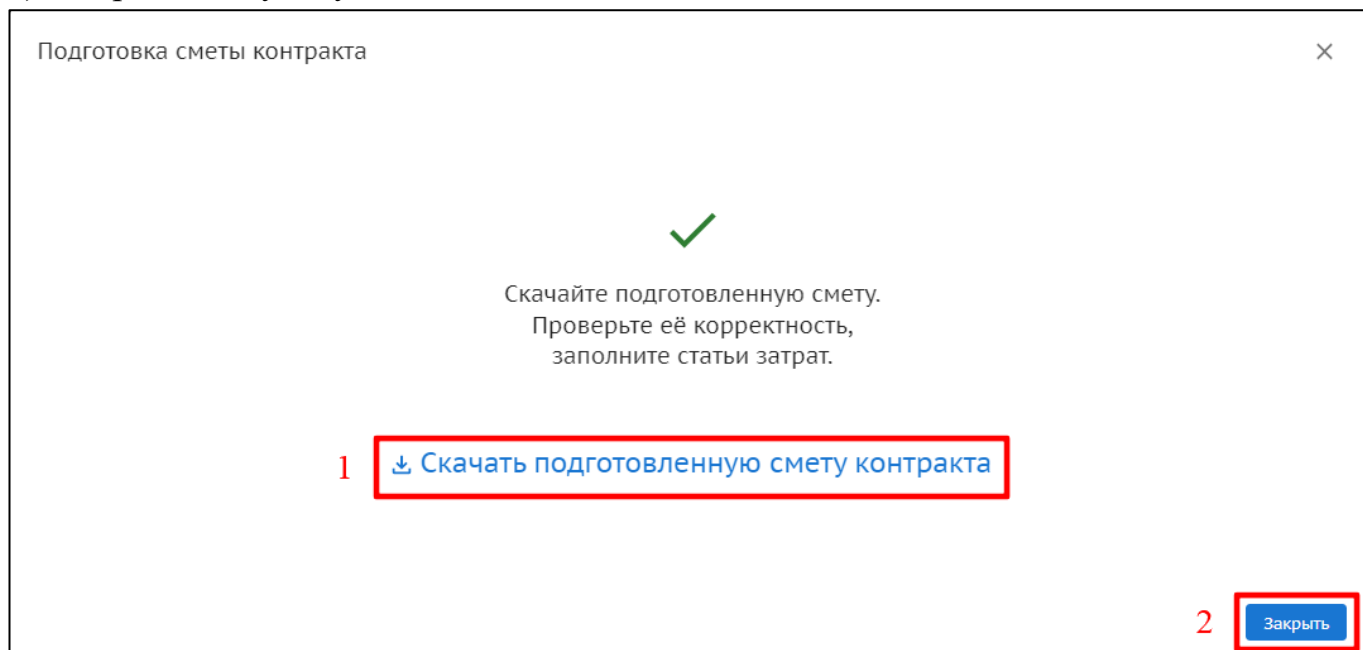

Рис. 9 - Скачайте подготовленную смету контракта
4. «Скачать подготовленную смету контракта» (1), закрыть дровер (2) (рис. 9) и перейти к пункту 6.